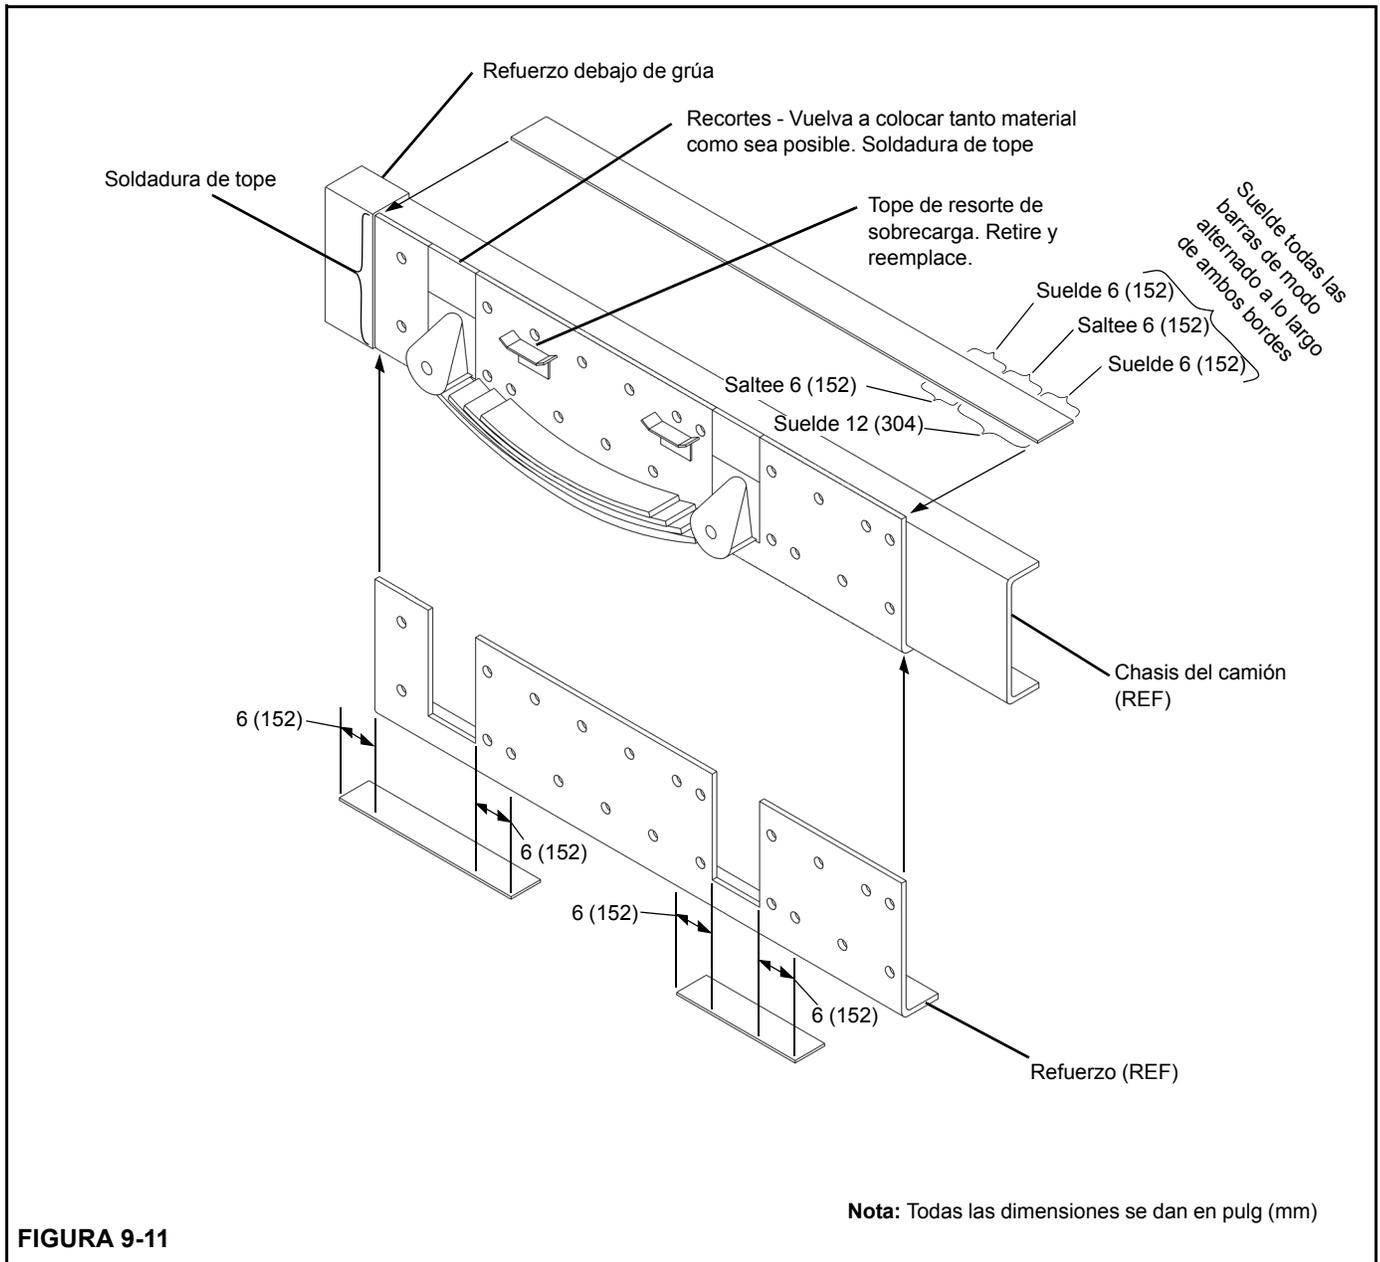

FIGURA 9-11
5. Si el chasis hasta la suspensión trasera no satisface las especificaciones mínimas de RBM y módulo de sección, se lo puede reforzar con un ángulo de refuerzo, como se muestra en la Figura 9-11. Vea la Tabla B de módulo de sección en la página 9-10 para el tamaño requerido de refuerzo. Retire todo el equipo de fácil desmontaje del chasis hasta la suspensión, tal como los topes de resorte, etc. Tope el ángulo contra el refuerzo delante de la suspensión y marque las zonas que requerirán corte, de modo que el ángulo se deslice hacia arriba alrededor de los ganchos colgadores y contra el chasis de camión existente y el refuerzo delantero. Utilice un soplete para recortar las zonas marcadas de la pata larga del ángulo a una profundidad suficiente para que